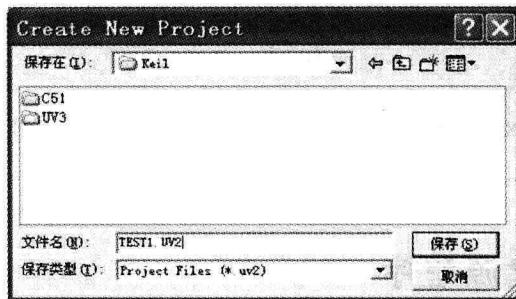

图 1-6 “Create New Project”对话框
(2) 选择要保存的路径, 输入工程文件的名字。例如, 保存到 Keil 目录里, 工程文件的名字为“TEST1.UV2”, 然后单击“保存”按钮, 这样一个新的工程就建好了, 如图 1-6 所示。